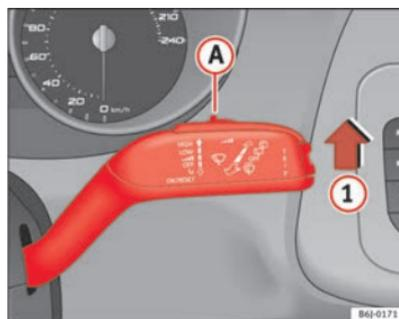

Fig. 62 Manípulo do limpa pára-brisas
- Deslocar o manípulo do limpa pára-brisas para a posição **1** ⇒ fig. 62.